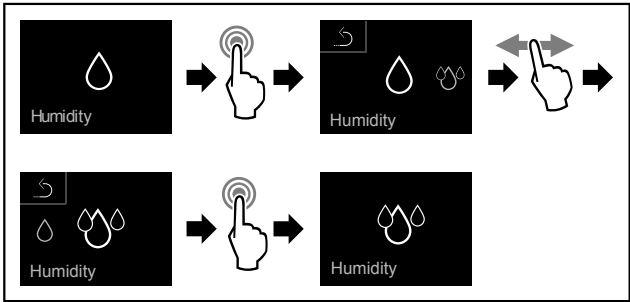

Fig. 69
- Выполните шаги действия (см. Fig. 69).